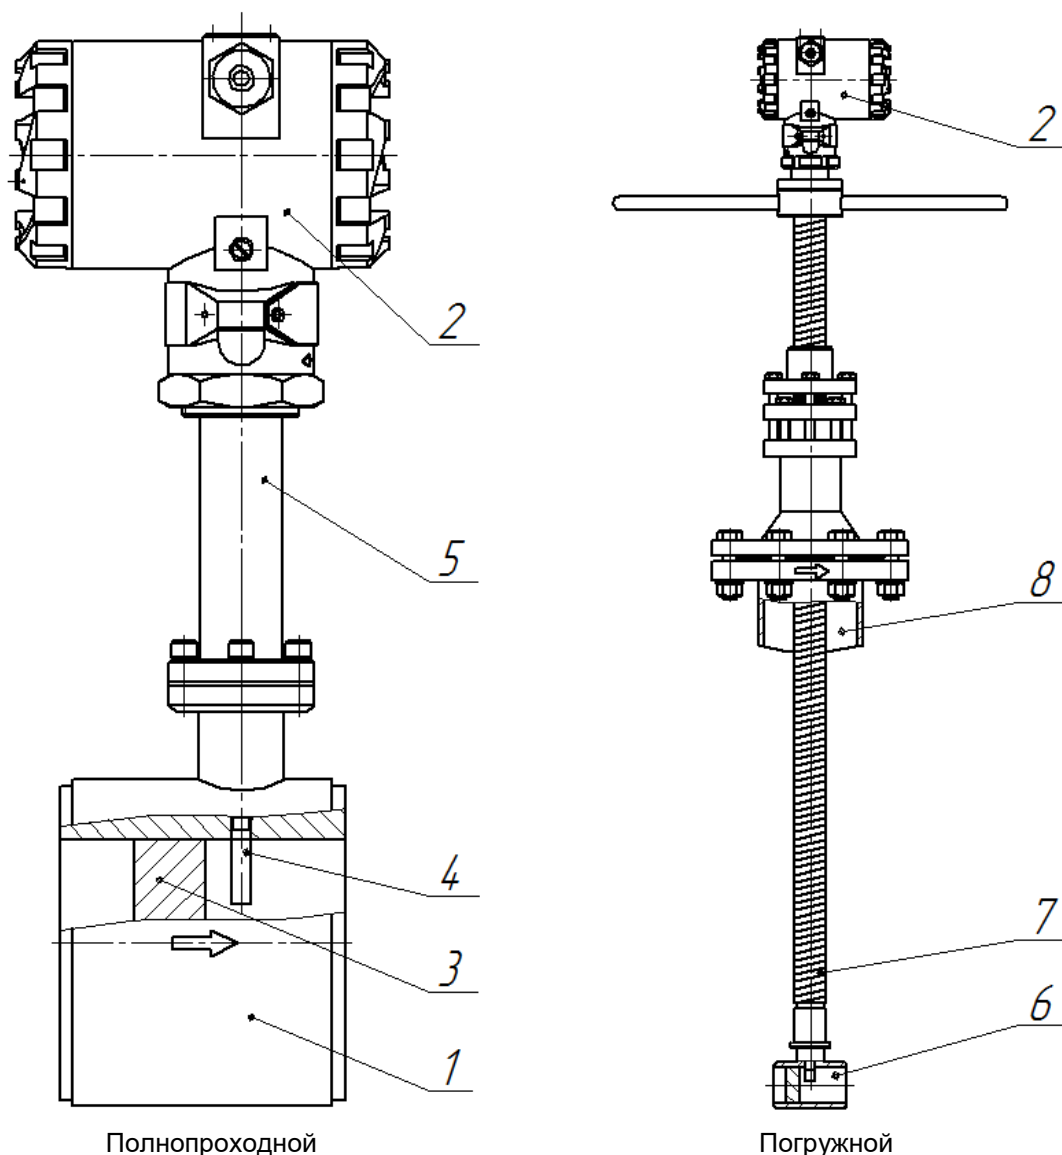

Рисунок 3.1 – Устройство расходомеров
Расходомеры по методу измерения подразделяются на полнопроходные (ЭВ-200) и погружные (ЭВ-205). Полнопроходной расходомер (см. **рисунок 3.1**) состоит из проточной части (1) и электронного блока (2). Проточная часть представляет собой полый цилиндр, в поперечном сечении которого установлено тело обтекания (3). За телом обтекания расположен чувствительный элемент (4) (сенсор). Электронный блок (2) крепится на цилиндре проточной части с помощью трубчатой стойки (5). Электронные платы размещены в электронном блоке.
Погружной расходомер (см. **рисунок 3.1**) состоит из датчика (6), штанги (7), приварного патрубка (8) и электронного блока (2). Датчик конструктивно выполнен как проточный вихревой расходомер и измеряет скорость потока в одной точке.